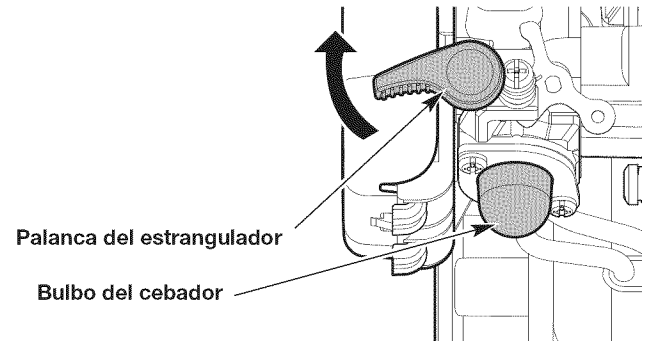

Fig. 7
3. Presione y luego suelte el bulbo del cebador lentamente **10 veces** (Fig. 7). Si no puede ver combustible en el bulbo del cebador, oprima y suelte el bulbo del cebador hasta que se vea combustible.
4. **NO** apriete el control del acelerador. De vuelta la palanca del cebador en el sentido de las agujas del reloj hasta que encaje bien en su lugar (Fig. 7).